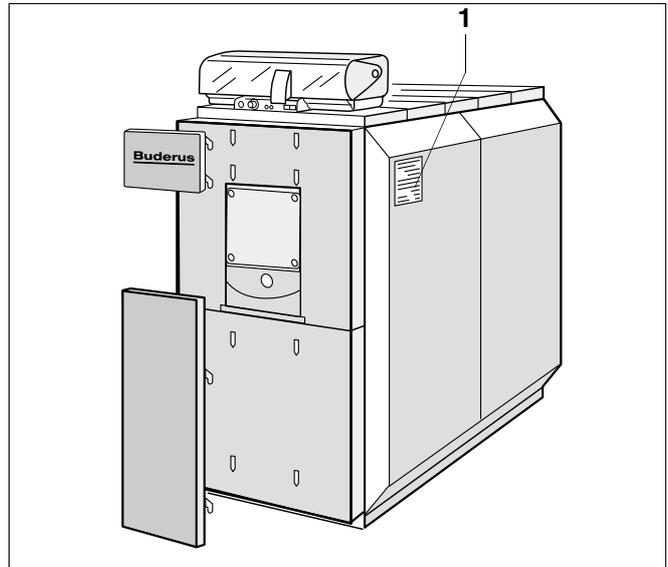

Fig. 23 Attaccare la targhetta dati
- Attaccare la targhetta dati (fig. 23, **pos. 1**), secondo la situazione del locale, in alto sul pannello laterale sinistro risp. destro.